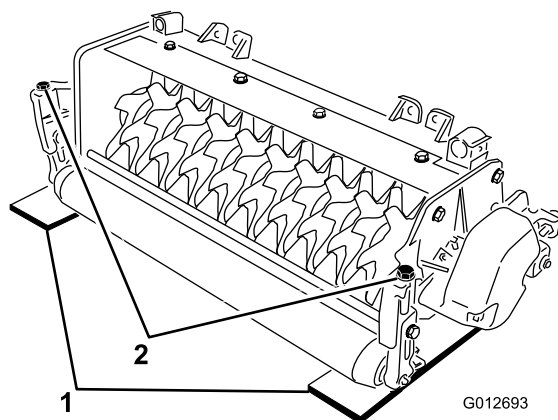

Figure 4
2. Placez 2 jauges de profondeur, qui ont la profondeur de pénétration des lames voulues, en dessous du sol, sous les rouleaux avant et arrière du cylindre de verticutting (une à chaque extrémité du cylindre) (Figure 4).
3. Tournez le boulon de réglage sur chaque support de hauteur de coupe (Figure 4) afin que les lames du cylindre rencontrent la surface plane à chaque extrémité.